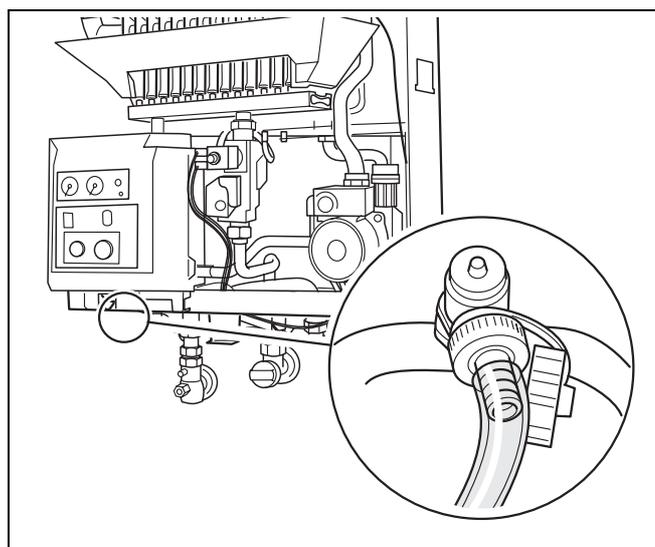

Fig. 14 Riempimento dell'impianto
- Fissare al rubinetto di carico e scarico (fig. 14) la gomma riempita d'acqua ed aprirlo con la chiave quadrangolare a corredo (acclusa all'imballaggio).